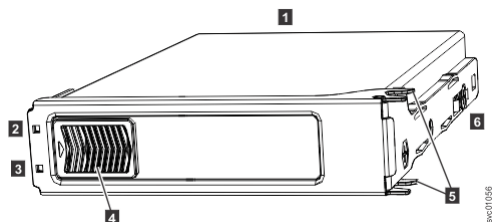

Abbildung 144. LEDs an Laufwerkbaugruppe
In Abbildung 144 auf Seite 131 werden die Komponenten einer Laufwerkbaugruppe gezeigt. Jedes Laufwerk hat eine Onlineanzeige (2) und eine Fehleranzeige (3).